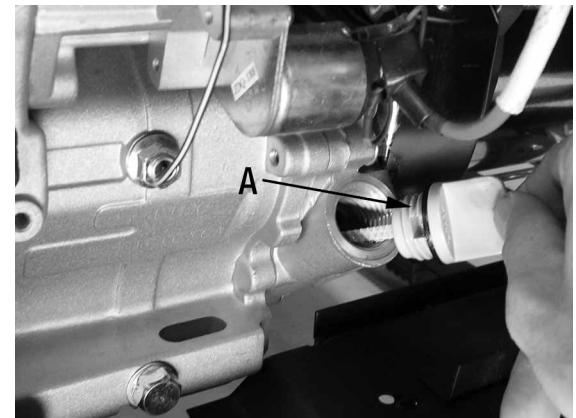

Figure 5
- 1) Dévissez le jauge à niveau d'huile (A) Fig.5 dans le sens anti-horaire et nettoyez-le avec un chiffon propre.